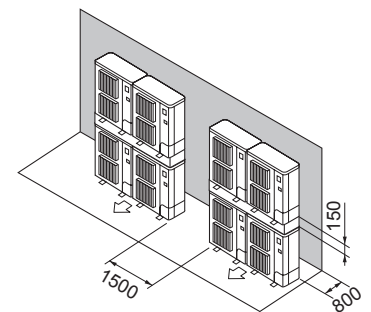

Fig. 2-15
- ⑦ Anlagen in gestapelter Anordnung (Fig. 2-15)